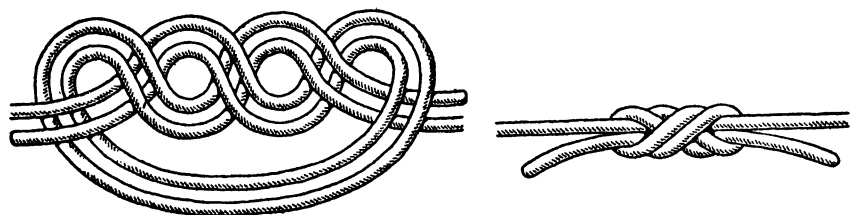

Рис. 22. Водяной узел
**Водяной узел** (рис. 22). Не менее прочным считается соединение двух тросов водяным узлом. Чтобы завязать его, положите связываемые тросы концами навстречу друг другу так, чтобы их концы шли параллельно и касались один другого. Держа в одной руке ходовой и коренной концы двух разных тросов, начинайте вязать ими дубовый узел (см. рис. 20), но вместо одного обноса коренного конца сделайте два. Прежде чем окончательно затянуть узел, проверьте, чтобы одна пара концов выходила из петли сверху, а вторая — снизу, как это показано на схеме (см. рис. 22).